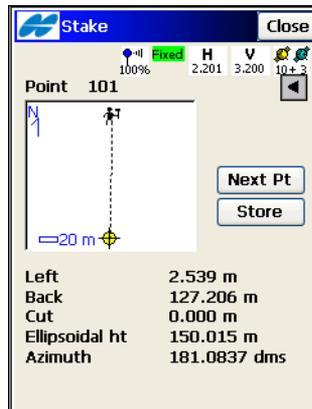

Abbildung 9-7. Absteckkarte
9. Mit der Pfeilschaltfläche unten links im Fenster können Sie eine Karte mit der aktuellen und der Sollposition öffnen (Abbildung 9-7).